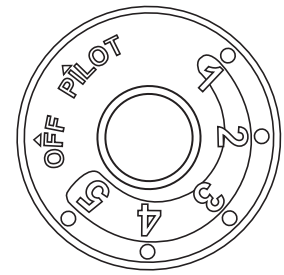
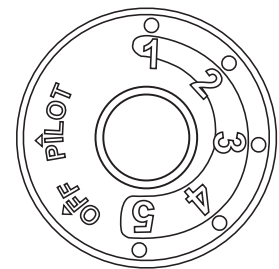

Fig. 22b
Fig. 23b
3. Gire la perilla de control  hacia la derecha a la posición "OFF" . (Ver Fig. 22b)
4. Espere cinco (5) minutos para que se vacíe todo el gas. Luego huela en busca de gas, incluyendo cerca del piso. Si huele gas, ¡ALTO! Siga "B" en la información de seguridad anterior. Si no huele a gas, vaya al siguiente paso.
5. Gire la perilla de control  hacia la izquierda a la posición "PILOT" . (Ver Fig. 23b) Oprima la perilla de control.